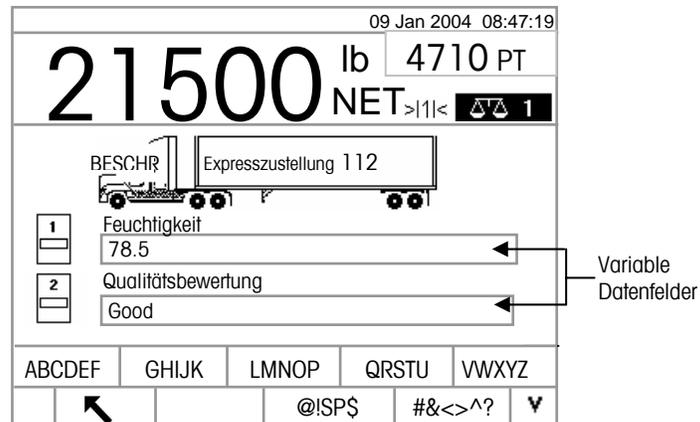

Abbildung 2-14: Bildschirm der variablen Dateneingabe
6. Wenn die variable Dateneingabe in Setup aktiviert ist, werden die variablen Datenfelder eingeblendet. Die Feuchtigkeit wird in Abbildung 2-14. B. als Variable 1 und die Qualitätsbewertung als Variable 2 aktiviert. Mit den alphabetischen Tasten und dem numerischen Tastenfeld werden die variablen Daten eingegeben.